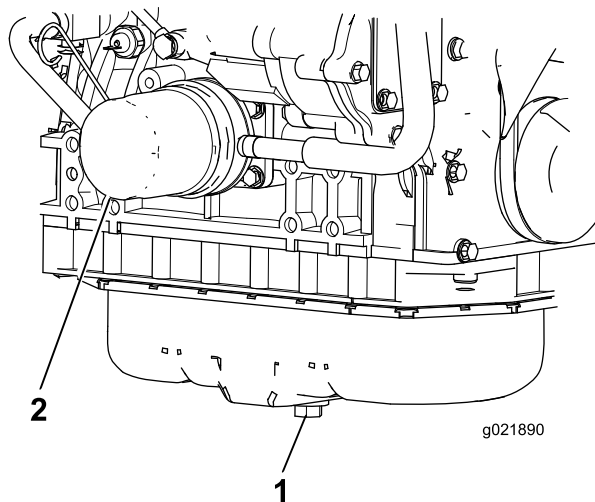

Bild 72
1. Entfernen Sie die Ablassschraube (Bild 72) und lassen Sie das Öl in die Auffangwanne ab. Schrauben Sie die Ablassschraube wieder ein, nachdem das Öl abgelassen ist.
2. Entfernen Sie den Ölfilter (Bild 72). Ölen Sie die neue Dichtung am Ölfilter leicht mit frischem Öl ein, bevor Sie den Filter eindrehen. **Ziehen Sie nicht zu fest.**